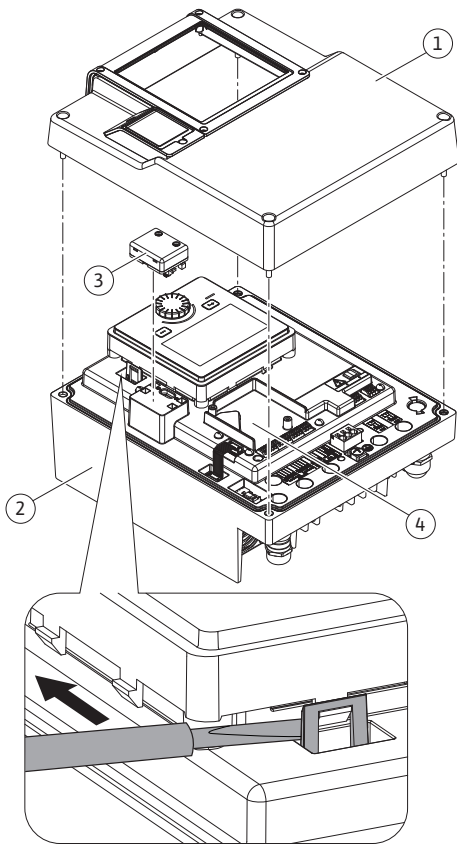
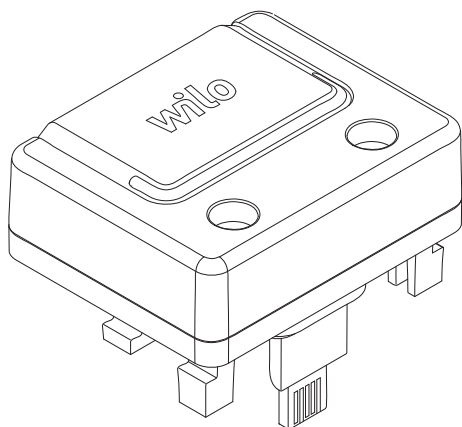

Fig. 25: Elektronikmodul
Fig. 26: Wilo-Smart Connect Modul BT
1. Schnapphaken (Fig. 25) vorsichtig mit einem Werkzeug (z. B. Schraubendreher) öffnen.
Die Bluetooth-Schnittstelle Wilo-Smart Connect Modul BT (Fig. 25, Pos. 3 und Fig. 26) dient zur Anbindung an mobile Endgeräte wie Smartphone und Tablet. In der Wilo-Assistent App befindet sich die Wilo-Smart Connect-Funktion. Mit der Wilo-Smart Connect-Funktion lässt sich die Pumpe bedienen, einstellen und Pumpendaten auslesen. Einstellungen siehe Kapitel „Inbetriebnahme“ [► 48].
1. Vier Schrauben des Elektronikmodul-Oberteils (Fig. 25, Pos 1; Fig. I, Pos. 2) lösen .
3. Wilo-Smart Connect Modul BT in die vorgesehene Schnittstelle Wilo-Connectivity Interface stecken. Siehe Fig. 25, Pos. 3.
CIF-Module (Zubehör) dienen zur Kommunikation zwischen Pumpen und Gebäudeleittechnik. CIF-Module werden im Elektronikmodul aufgesteckt (Fig. 25, Pos. 4)